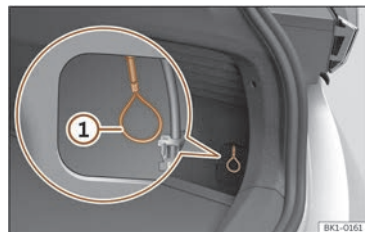

Fig. 63 Derrière le cache : déverrouillage d'urgence du connecteur de charge.
- Tirez la boucle pour le déverrouillage manuel d'urgence >>> **fig. 63 ①**. Le connecteur de charge peut être retiré >>> **△**.